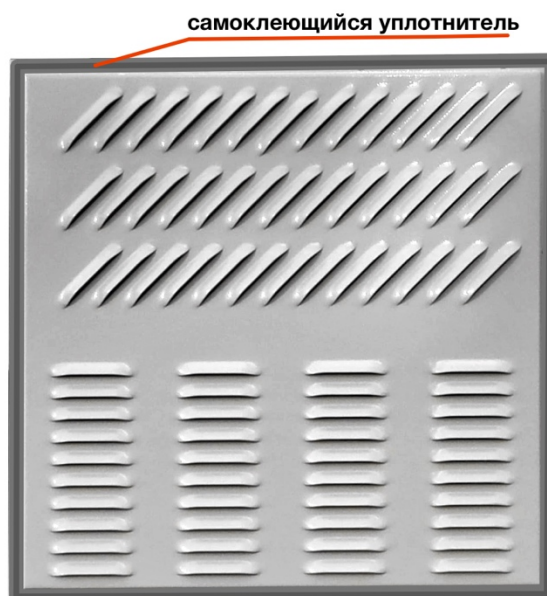

Рис. 2 Наклейка уплотнительной ленты.
4.7.1. Перед установкой ХА на шкаф настоятельно рекомендуется приклеить уплотнительную ленту на кондиционер по периметру стенки, прилегающей к шкафу, для предотвращения подсоса наружного влажного воздуха внутрь шкафа (рис.2). Место приклейки уплотняющей ленты зависит от способа монтажа ХА.